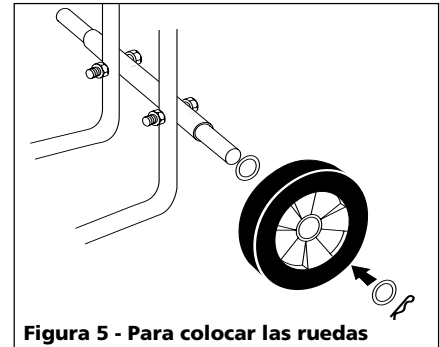

Figura 5 - Para colocar las ruedas
5. Haga lo mismo en el otro lado (vea la figura 5).